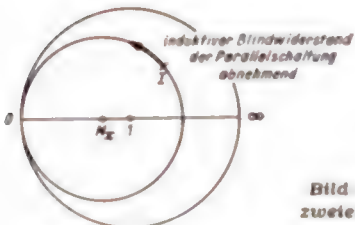

Bild 7. Parallelschalten zweier Blindwiderstände
- f) Sein Mittelpunkt (M_x) muß auf der x-Achse (reellen Achse) liegen (Bild 7).